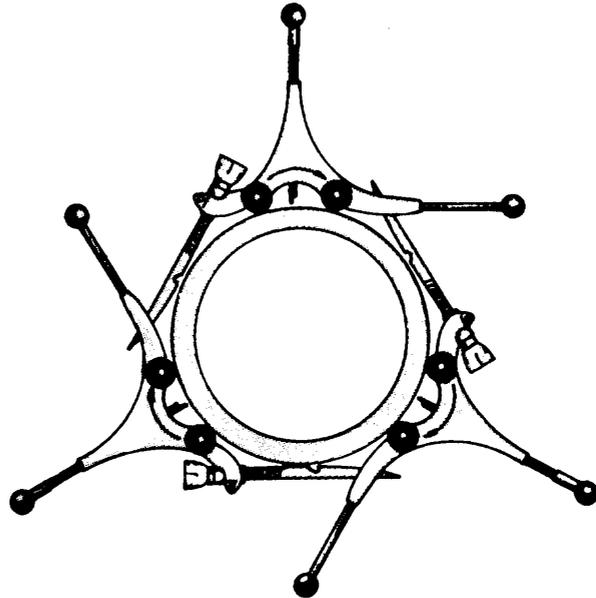

Fig. 3
*CORTATUBOS DE TRES CUCHILLAS* (fig. 3).